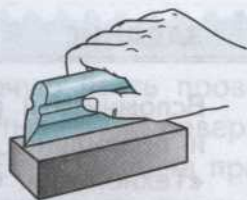

Рис. 16. Проверка поверхности детали лекальной линейкой
1. При контроле качества опилования рабочую часть проверочной линейки прикладывают к обрабатываемой поверхности и смотрят на просвет (см. рис. 16). Если линейка прилегает к поверхности детали без просветов или просвет одинаковый по всей длине линейки, значит, поверхность опилена правильно.